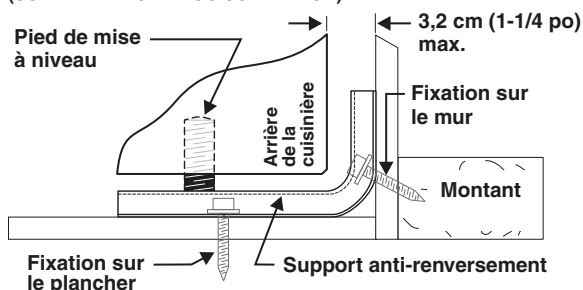
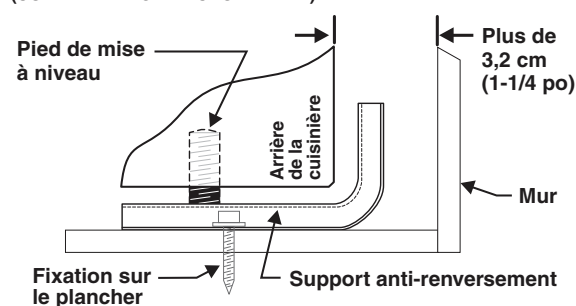

Fig. 4
Fig. 5
- a. **Installation du support à l'aide du gabarit** (le support peut être installé sur le côté gauche ou sur le côté droit de la cuisinière. Reportez-vous aux figures 4, 5 et 7 pour l'installation du support si aucun gabarit n'est fourni).
Pour effectuer le montage sur le mur (fig. 4), installez le support en plaçant le bord arrière du gabarit contre le mur qui se trouve à l'arrière de la cuisinière et le bord latéral du gabarit sur la marque servant de repère pour l'emplacement du côté de la cuisinière. Placez le support sur le dessus du gabarit et faites des marques sur le mur pour indiquer à quel endroit seront insérées les vis. Si l'arrière de la cuisinière se trouve à plus de 3,2 cm (1-1/4 po) du mur lorsqu'elle est installée, fixez le support au plancher (voir fig. 5).